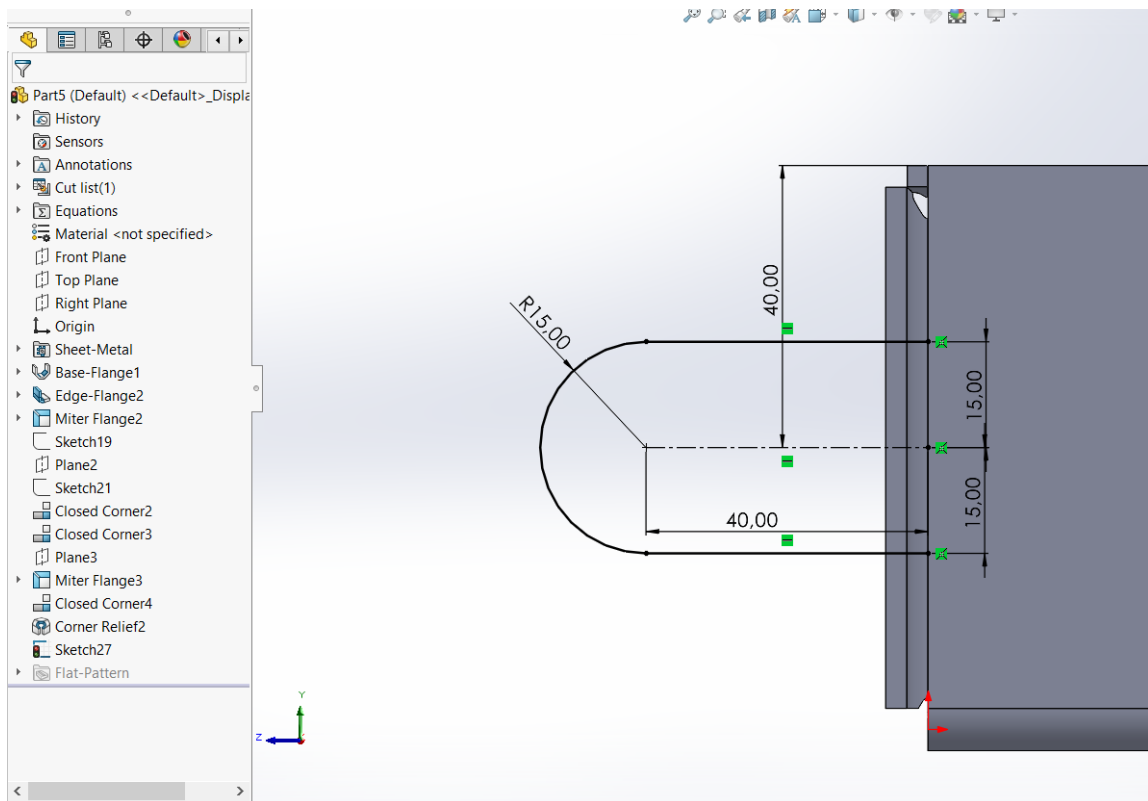

Рисунок 5.11 – Ескіз
3. Після цього необхідно накреслити ескіз, як зображено на рис. 5.11: